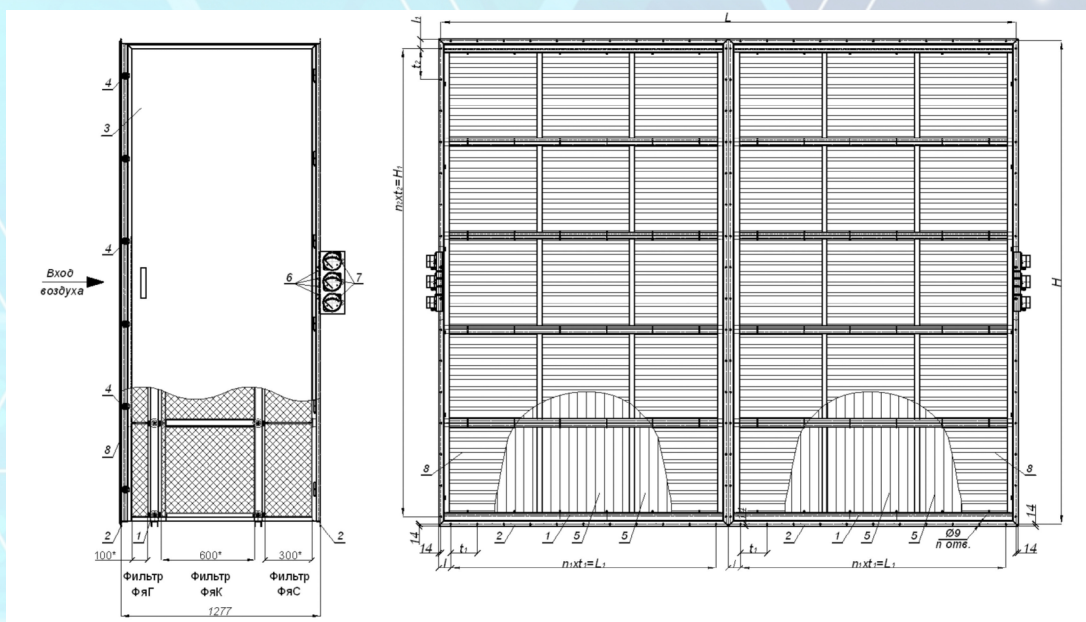

Рис. 2 Схема секции воздушных фильтров ССФ-В3-2/6х5
На рис. 2 показана секция воздушных фильтров ССФ-В3-2/6х5, состоящая из 2-х секций ССФ-В3-2/3х5, соединяемых при монтаже. Обслуживание секции и замена фильтров осуществляется через двери, расположенные с двух сторон.
Секция воздушных фильтров ССФ-В3-2/6х5 (рис.2) оснащена 8 штуцерами (6), по четыре с каждой стороны, для контроля сопротивления в каждой половине секции (ССФ-В...2/3х5) с помощью шести дифманометров. На практике достаточно вести контроль только в одной половине, т.к. при равномерном распределении воздуха на входе запыление фильтров (увеличение сопротивления) происходит равномерно в обеих половинах.